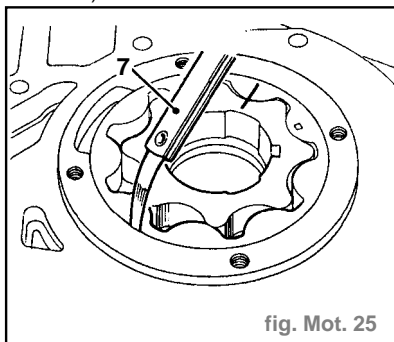

fig. Mot. 25
- A l'aide de cales d'épaisseur (7) vérifier le jeu entre rotor et corps de pompe (fig. Mot. 25) :